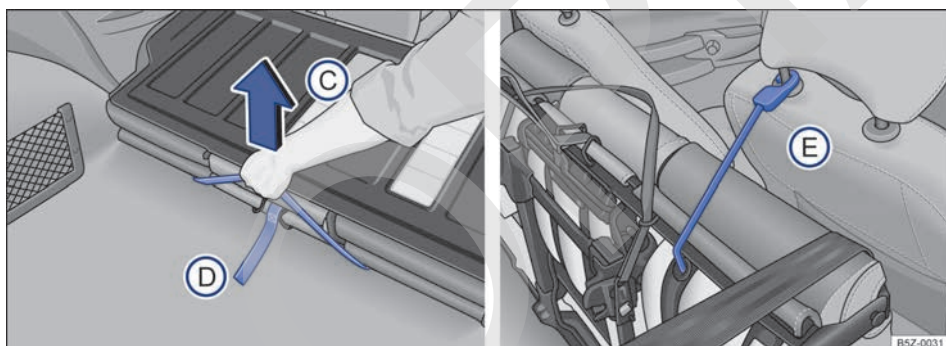

Fig. 75 Asiento trasero: manija para desbloqueo del conjunto del piso (C); correa elástica roja para fijar el vástago del apoyacabezas (E).
- Tire de la manija negra → fig. 75 C para desbloquear el conjunto del piso y, al mismo tiempo, levántelo **con cuidado** hacia los asientos delanteros.
- Localice la correa elástica roja ubicada en la parte inferior de la banqueta del asiento y encaje el gancho de la correa en el vástago del apoyacabezas del asiento del acompañante → fig. 75 E, inmovilizando el conjunto.
- Suelte el gancho de la correa elástica roja del vástago del apoyacabezas del asiento del acompañante → fig. 75 E y, encájelo debajo del asiento trasero.
- Tire de la manija roja → fig. 75 D para desbloquear el respaldo y, al mismo tiempo, vuelva a colocar el respaldo en su posición inicial.